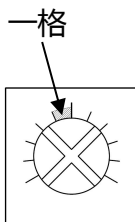

图 10
3) 如联动器工作指示灯（蓝）不亮，慢速逆时针旋转调节旋钮，直到工作指示灯亮为止（通常建议指示灯亮后，再逆时针旋转一格，如图 10 所示）。